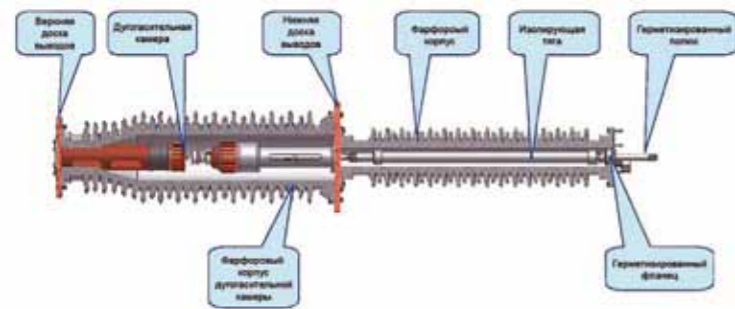

Рис. 5.1 Выключатель LW43-252
5.1.1 Выключатель LW43-252 (см. рис. 5.1, 5.2) имеет три полюса. Каждый полюс состоит из прерывателя, опорного изолятора, изолирующей штанги и т.д. В прерывателе использован принцип гашения дуги расширившимся газом, при котором горячий газ поступает в камеру теплового расширения, образуя газ высокого напряжения при использовании энергии дуги при отключении высокого тока. Когда ток, превышающий ноль, выдувает дугу, из камеры теплового расширения быстро выходит горячий газ. При отключении малого тока газ, сжатый в компрессионной камере, гасит дугу (подробнее см. п. 5.2). Прерыватель каждого полюса содержит абсорбент для поглощения влаги. Выключатель снабжен пружинным приводом с моторизованным взводом, который размещается в шкафу, установленном на бетонном фундаменте. В верхней части привода располагается однополюсный прерыватель.